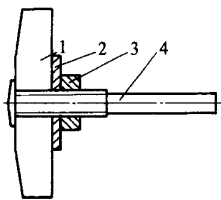
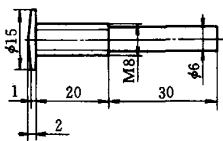

图 1
图 2
(1) 简易抛光机的结构如图 1。其中磨杆 4 是非标准件,各尺寸如图 2; 砂轮 1 可以用废旧砂轮代替,并修磨成一锥面。